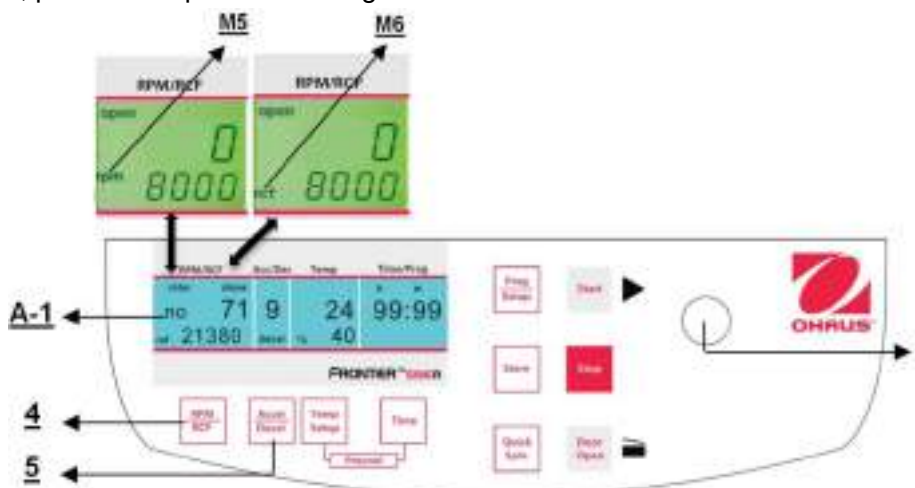

Figure. 16
Cette présélection est activée au moyen de la touche **"RPM | RCF"** (4) (voir la figure 16 ci-dessous). En appuyant sur la touche une fois, le mot **"rpm"** (M5) clignote. En appuyant sur la touche deux fois, il est possible de présélectionner les forces centrifuges. Le mot clignotant **"rcf"** (M6) apparaît alors. Il est possible de définir les valeurs désirées avec le bouton de réglage (1). Sur l'affichage (A-1), la valeur réglée est présentée en permanence, avant, pendant et après la centrifugation.